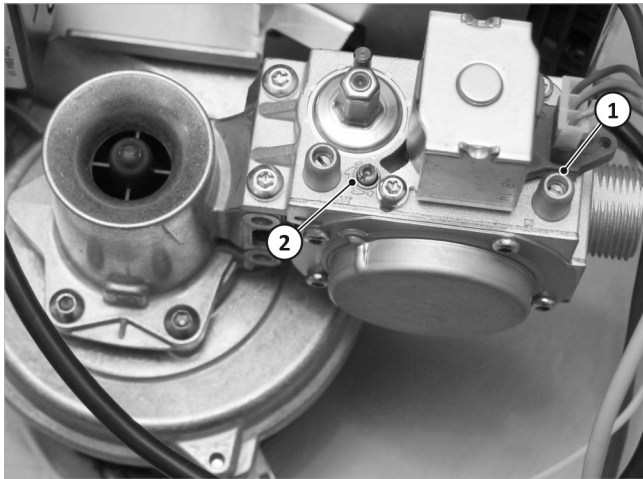

Abb. 124: Brenner einstellen
- Zum Prüfen des Gas-Fließdrucks bei laufendem Brenner dient der Messstutzen → Abb. 124 (1).